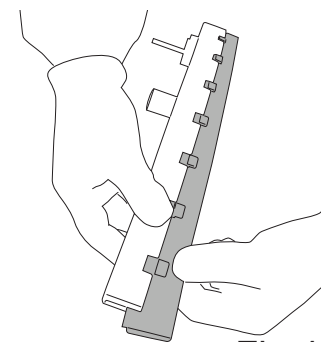

Fig.41
- Tirare le lame, in questo modo si estrae il gruppo (Fig.41).